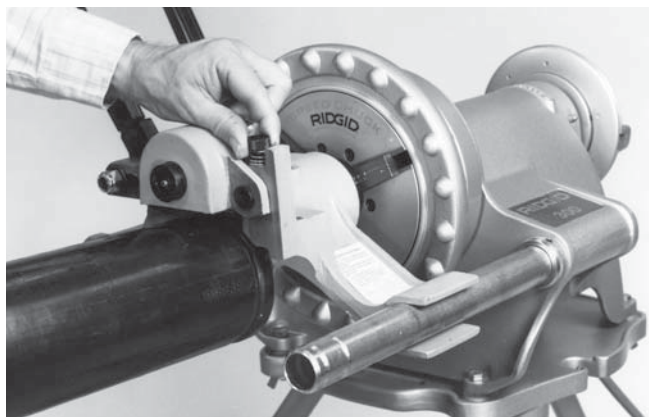

Рисунок 10 – Ослабьте винт регулировки глубины
2. Полностью ослабьте винт регулировки глубины. (Рисунок 10)